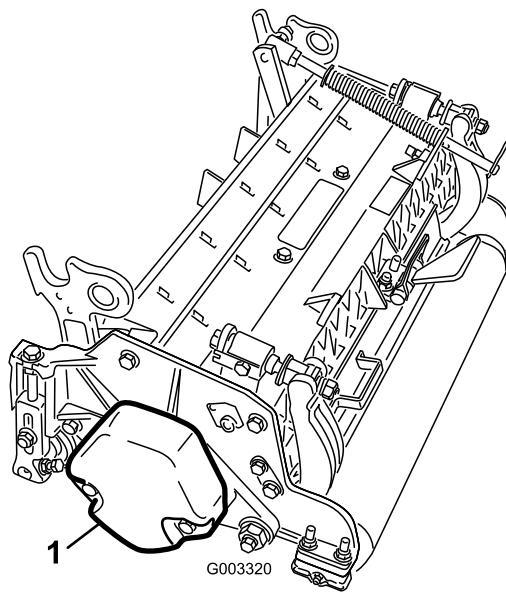

图3
4. 按照滚刀组图3操作员手册的描述，确保将配重块（）安装到滚刀组正确的一端上。